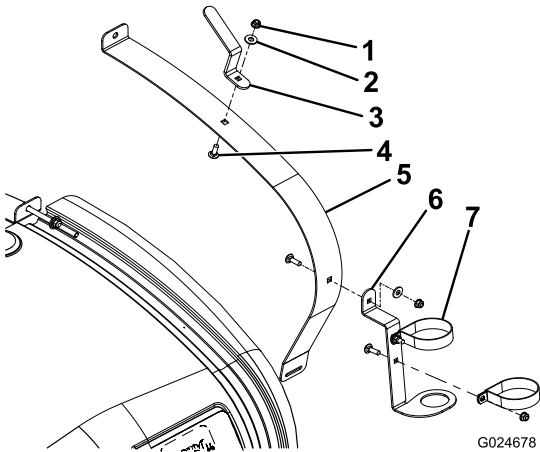
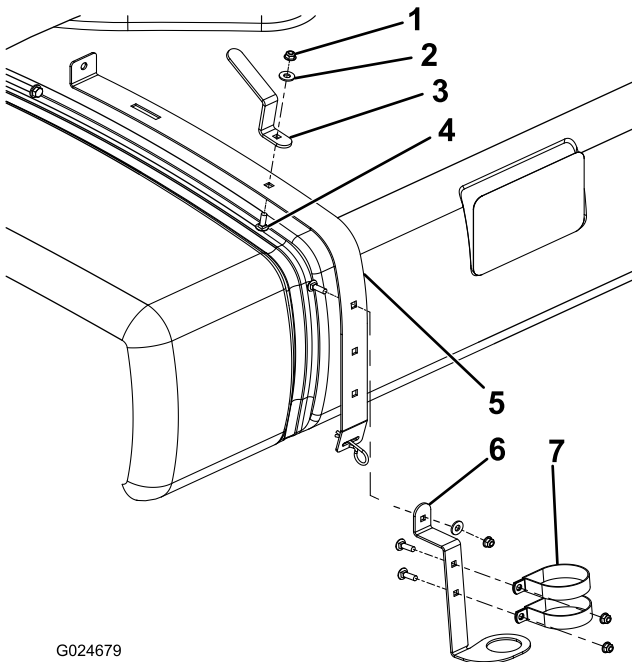

Figure 1
Figure 2
Pour le Multi Pro 1750, desserrez la sangle avant droite (Figure 1).
- Pour le Multi Pro WM, desserrez la sangle arrière droite (Figure 2).
- Montez le support du pistolet-pulvérisateur comme montré à la Figure 1 ou la Figure 2 au moyen d'un boulon de carrosserie, d'une rondelle plate et d'un écrou à embase.
- Montez le crochet de tuyau comme montré à la Figure 1 ou la Figure 2 au moyen d'un boulon de carrosserie, d'une rondelle plate et d'un écrou à embase.